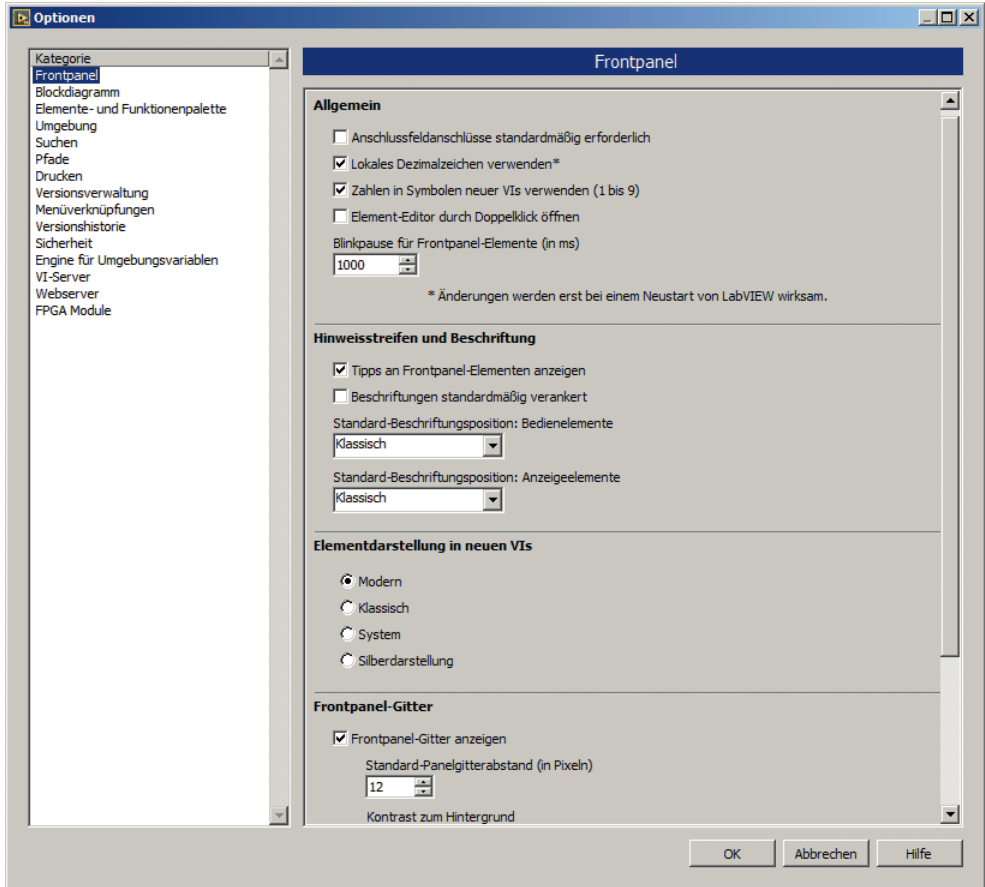
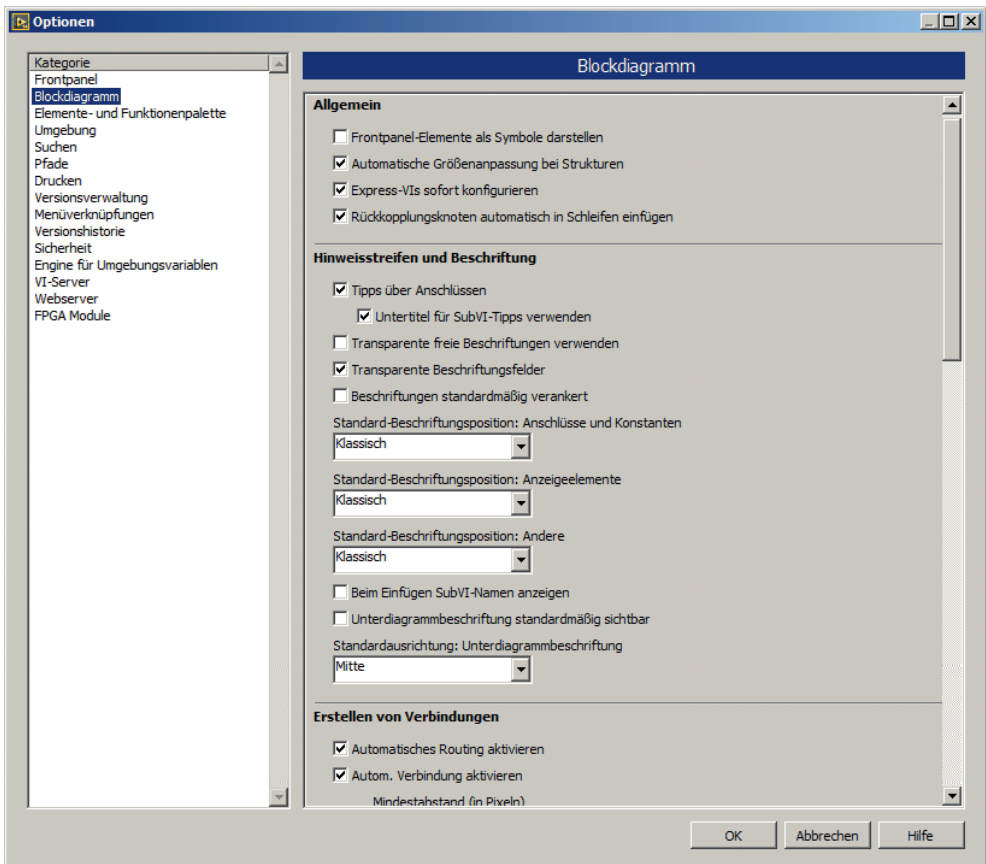

Bild 2.1 Optionen zur Gestaltung der verschiedenen Kategorien, hier Frontpanel
Bild 2.2 Optionen zur Gestaltung des Blockdiagramms
Wir befassen uns hier mit der ersten Wahlmöglichkeit. Öffnet man vom Panel oder vom Diagramm aus das Optionsangebot, erhält man (voreingestellt) eine Ansicht nach Bild 2.1.
Die Optionen in Bild 2.1 zeigen verschiedene Möglichkeiten der Parameteränderung. Man kann unter anderem die Einstellungen beeinflussen für:
Die generellen Frontpanel-Einstellungen erreicht man mit 'Werkzeuge' – 'Optionen...' – 'Frontpanel'. Bild 2.1 zeigt das zugehörige Fenster.
Wählt man die Kategorie 'Blockdiagramm', erhält man eine Übersicht, deren oberer Teil in Bild 2.2 dargestellt ist. Dort sieht man rechts oben unter 'Allgemein' die Eintragung 'Frontpanel-Elemente als Symbole darstellen'. Sie ist im vorliegenden Fall **nicht** markiert. Das bedeutet, dass per Voreinstellung die Terminals als kleine Rechtecke dargestellt werden, wie wir das z.B. von Bild 1.13 her kennen. Markiert man dagegen diese Option, werden die Terminals als größere quadratische Symbole (Icons, siehe Bild 2.3) dargestellt. Man kann trotzdem später im Blockdiagramm von einer Darstellung zur anderen wechseln, indem man individuell für jedes Terminal das Kontextmenü aufruft und bei 'Als Symbol anzeigen' die Markierung setzt oder entfernt.
- 'Transparente Beschriftungsfelder' unter 'Hinweisstreifen und Beschriftung' in Bild 2.2 ist **angekreuzt**. Das bedeutet, dass Kommentare, die man mit der A-Funktion der Werkzeugpalette schreibt, **keinen Rand** erhalten. Auch die Namen von Eingabe- und Ausgabefeldern werden zunächst randlos dargestellt. Ist dagegen das Kontrollkästchen **nicht angekreuzt**, wird im Diagramm automatisch ein **schwarzer Rand** gezeichnet, auf dem Panel erscheint die Schrift als Relief. Man kann das individuell für jeden Kommentar und jedes Terminal mit dem Farbpinsel für Vordergrund und Hintergrund in der Werkzeugpalette ändern. **Transparenz** erhält man, wenn man bei der Farbwahl das **große T** wählt.
Bereits ab LabVIEW 7.0 erhielt das Frontpanel während des Editierens (Programm erstellen) ein Gitter. Es dient der besseren Ausrichtung der Eingabe- und Ausgabeelemente. Auch hier lassen sich einige Parameter ändern, siehe dazu Bild 2.1 und Bild 2.2.
Man kann auf die Anzeige des Frontpanel-Gitters verzichten, andererseits lässt sich aber auch zusätzlich ein Gitter auf dem Blockdiagramm erzeugen. All das trifft nur für die Editierphase zu, d.h. für die Entwicklung des Programms. Zur Laufzeit verschwindet das Gitter automatisch. Man erhält das Raster, wenn man unter 'Frontpanel-Gitter' nach Bild 2.1 'Frontpanel-Gitter anzeigen' markiert. Damit die Ausrichtung am Raster wirksam wird, muss man zusätzlich 'Ausrichtung an Gitter aktivieren' ankreuzen. Entsprechend kann man im 'Blockdiagramm' nach Bild 2.2 unter 'Blockdiagrammgitter' markieren 'Blockdiagrammgitter anzeigen' bzw. 'Ausrichtung an Diagrammgitter aktivieren'. Ferner kann man mit 'Standard-Diagrammgitterabstand in Pixeln' die Feinheit des Gitters bestimmen sowie den Kontrast Gitter – Hintergrund erhöhen oder abschwächen.